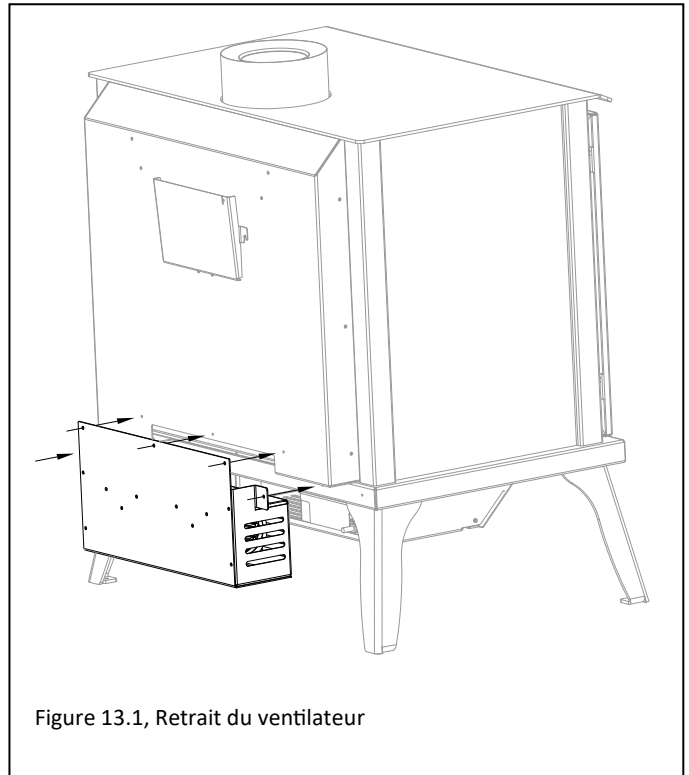

Figure 13.1, Retrait du ventilateur
2. Débranchez le câblage du groupe motoventilateur du module auxiliaire. Retirez les (5) vis fixant la plaque du ventilateur du foyer. Voir la figure 13.1 Retirez la plaque du ventilateur du foyer.